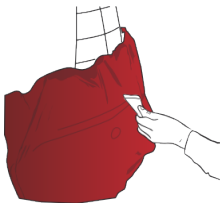

Abbildung 18
- › Folie mit einer mit Wollfilz überzogenen Kunststoff rakel auf der gesamten Fläche andrücken. Dabei darauf achten, sie auf der konvexen Fläche vorsichtig zu glätten (Abb. 18), um Spannungen und Falten zu entfernen.